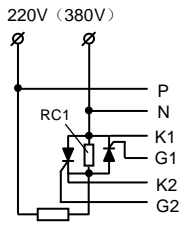

图 14: C2 型应用二传统触发型单路移相触发
3. C2、C8 类型采用传统触发方式, 触发有极性且必须接同步信号线, 请严格参照前文图 13、图 14、图 17 相关接线图连接。